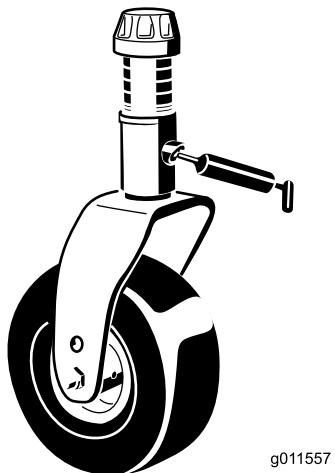

Figura 15
- Boccole (4) dell'asse della forcella delle ruote orientabili (Figura 15).